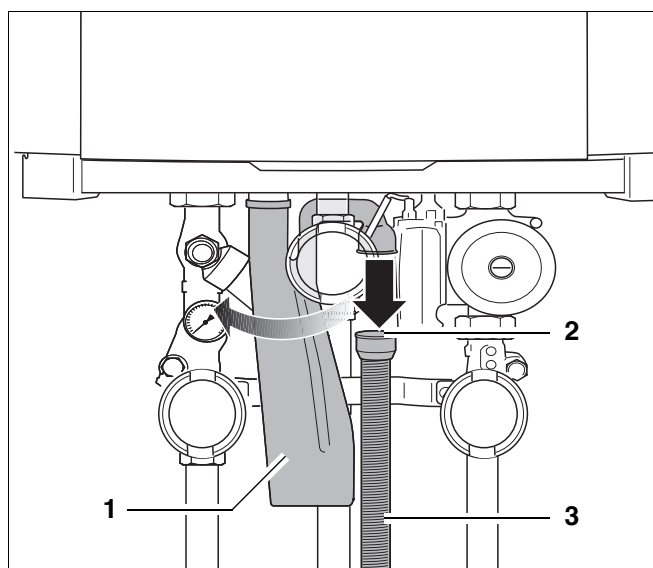

Рис. 117 Отсоединение гофрированного шланга
- Отсоединить гофрированный шланг (рис. 117, **поз. 3**) с резиновой манжетой (рис. 117, **поз. 2**) от сифона (рис. 117, **поз. 1**).
- Повернуть сифон на четверть оборота против часовой стрелки (рис. 117).